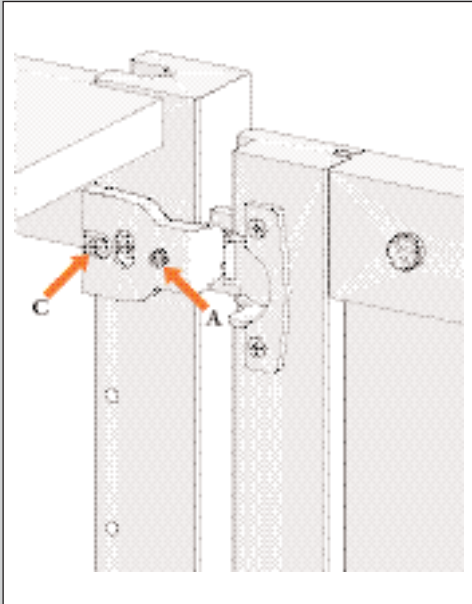

ABBILDUNG 11
2. Lösen Sie die Schraube C etwas. Stellen Sie die Tür mit Schraube A gut ein (siehe Abb. 11).